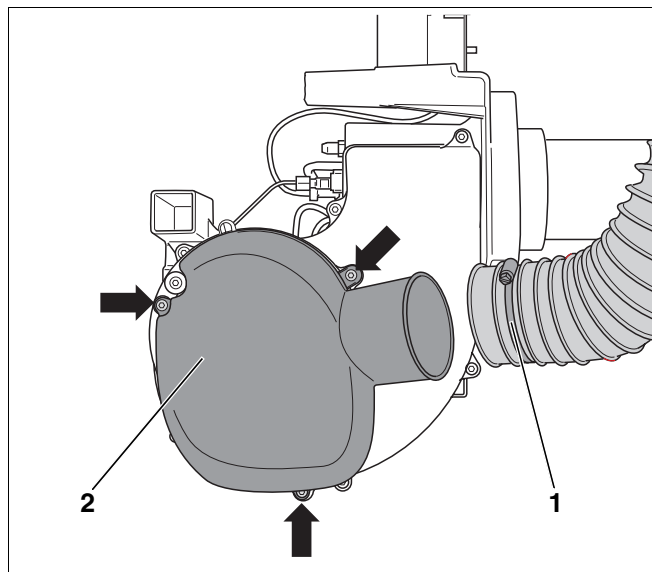
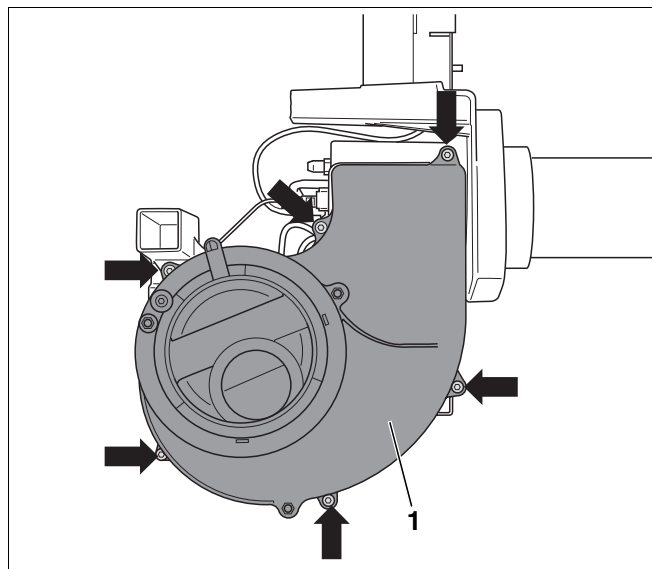

Рис. 21 Демонтаж глушителя на всасывании
Рис. 22 Демонтаж кожуха вентилятора
- Ослабить хомут (рис. 21, поз. 1) на шланге подачи воздуха для горения при работе с забором наружного воздуха.
- Открутить крепежные винты (рис. 21, указаны стрелками) и снять глушитель на всасывании (рис. 21, поз. 2).
- Открутить шесть крепежных винтов (рис. 22, указаны стрелками) и снять кожух вентилятора (рис. 22, поз. 1).
- Закрепить кожух вентилятора (рис. 22, поз. 1) и глушитель на всасывании (рис. 21, поз. 2).
- Ослабить хомут (рис. 21, поз. 1, стр. 28) и снять шланг всасывания.